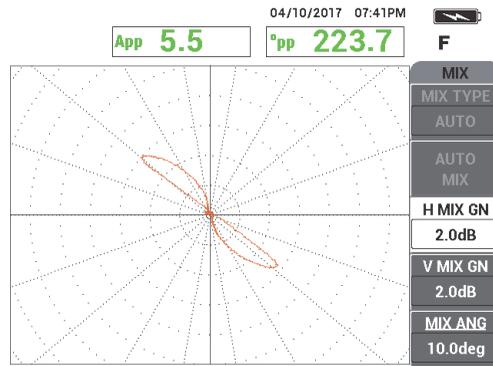

Figura 5-173 Señal proveniente de la perforación transversal de pared después del ajuste de ganancia con la función AUTO MIX
9. Ajuste la ganancia horizontal combinada **H MIX GN** (tecla de función C) y la ganancia vertical combinada **V MIX GN** (tecla de función D) hasta que la señal se extienda aproximadamente a través de 6 grandes divisiones en la cuadrícula (vea la Figura 5-173 en la página 272).